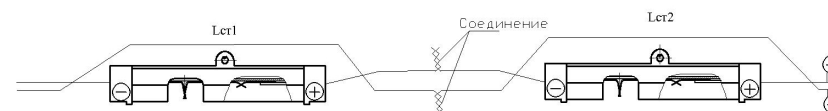

Рис. 1. - Схема соединение ДПТ
1.4 Проверить правильность соединения. Для этого проверить полярности термопар ближайших к месту соединения в бухте $L_{ст1}$ и $L_{ст2}$. Они должны быть противоположны (см. Рис. 1).